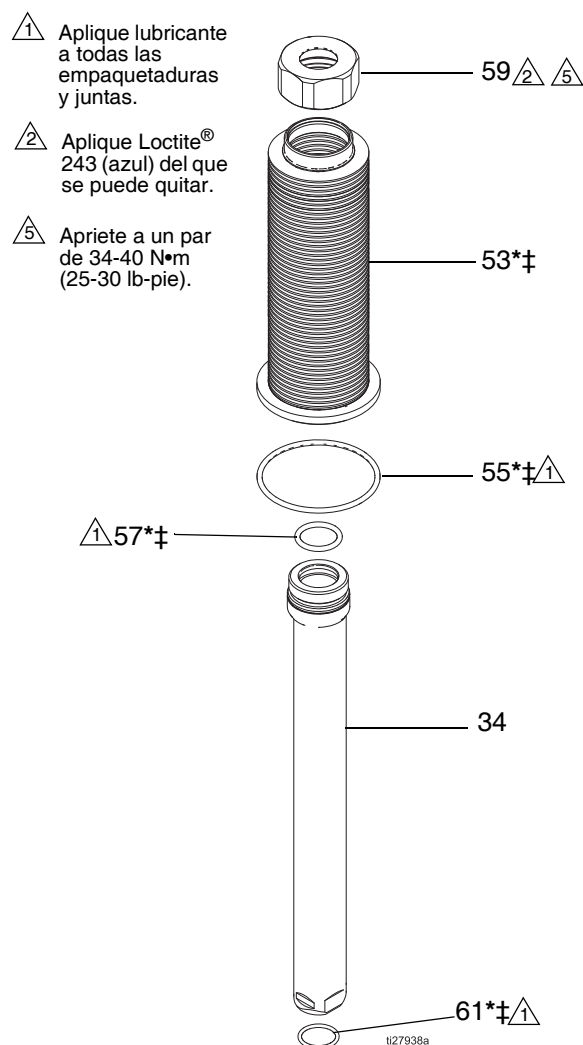

FIG. 4. Desmontaje o montaje del fuelle
- Retire la junta tórica del fuelle (55).
- Retire el conjunto del fuelle de la cámara del fuelle (45).
NOTA: El conjunto de fuelle incluye la tuerca de fuelle (59), el fuelle (53), la junta tórica (57 y 61) y el manguito del fuelle (34). Para desmontarlo, consulte las instrucciones en la página 8 y la FIG. 4 en la página 9.
- Retire los cuatro tornillos de cabeza hueca (40) de la base de la cámara del fuelle (45). Levante la cámara del fuelle hacia arriba desde el alojamiento de salida de fluido (16). Tenga cuidado de no dañar el eje de pistón (17).
Consulte la FIG. 4, página 9.
7. Retire la junta tórica del fuelle (55). Consulte la FIG. 4, página 9.
8. Retire el conjunto del fuelle de la cámara del fuelle (45). Retire la junta tórica (57).
9. Si el fuelle ha fallado, desmonte también la válvula de ventilación (26) de la placa superior. Limpie la trayectoria del fluido si está obstruido con pintura.